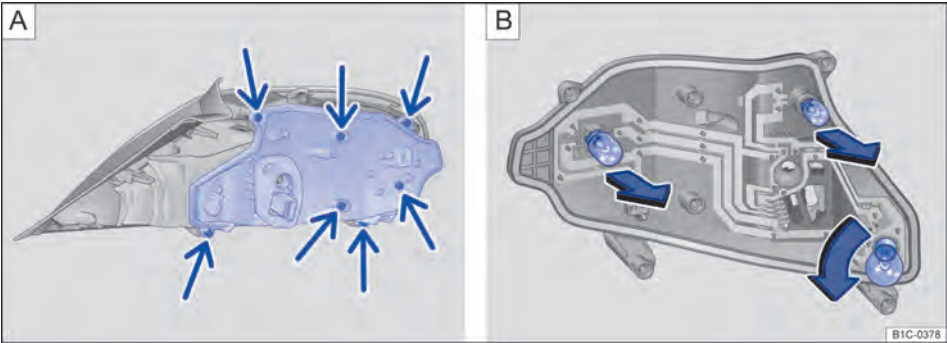

Fig. 185 A: desinstalar o suporte das lâmpadas. B: lâmpadas incandescentes no suporte das lâmpadas.
8.	Desaparafusar os parafusos de fixação ⇒ Fig. 185 A (setas) com a chave de fenda das ferramentas de bordo ⇒ Página 285.
10.	Substituir a lâmpada incandescente queimada por uma lâmpada incandescente nova do mesmo modelo ⇒ Fig. 185 B.
11.	Montar o suporte das lâmpadas na lanterna traseira. Apertar os parafusos de fixação ⇒ Fig. 185 A com a chave de fenda.